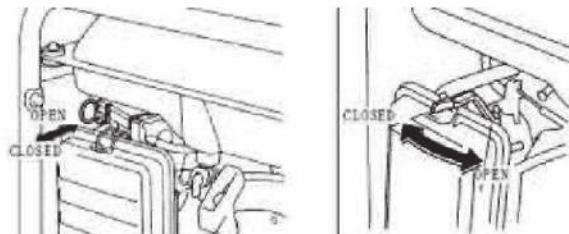

Рис. 4
3. Переведите рычаг заслонки в положение (||) «Запуск» (только при холодном двигателе) (Рис. 4).